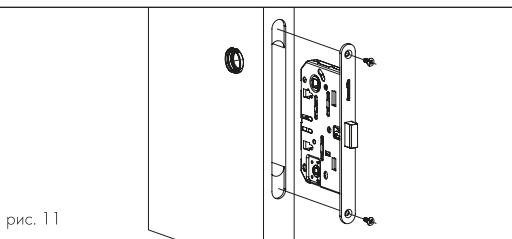

рис. 11
7. Установить защёлку и зафиксировать саморезами. (Рис. 11).